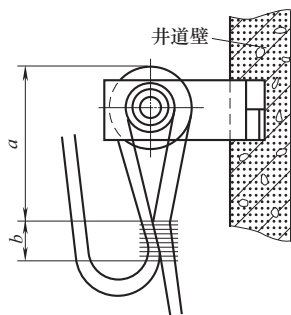
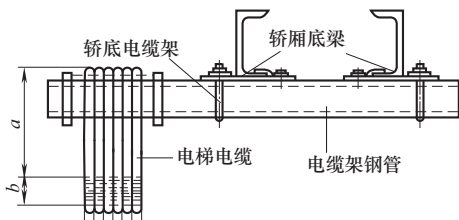

图 10-11 井道电缆的绑扎示意图
图 10-12 轿底电缆的绑扎示意图
(5) 电缆的固定如图 10-11 和图 10-12 所示。绑扎应均匀、牢固、可靠。其绑扎长度为 30~70mm。